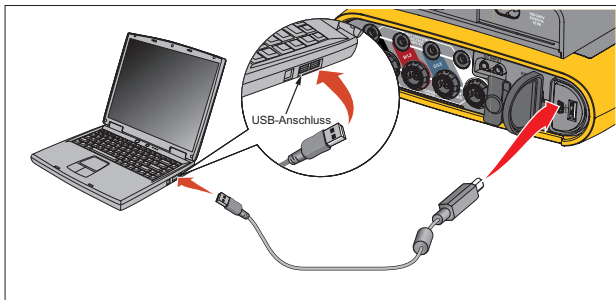

Abbildung 16. Verbindung zwischen Power Logger und PC
3. Schließen Sie das USB-Kabel an die USB-Anschlüsse des Computers und des Loggers an. Siehe Abbildung 16.